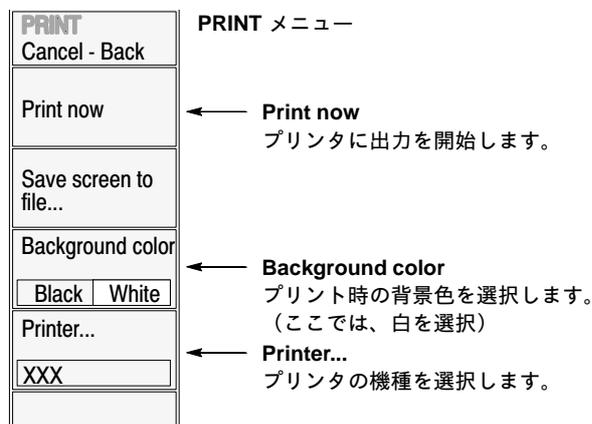

図 4-80 : プリンタへの出力
1. 前面パネルの **PRINT** キーを押し、**Background color** サイド・キーで、出力時の背景色として **Black** (黒) または **White** (白) を選択します (図 4-80)。